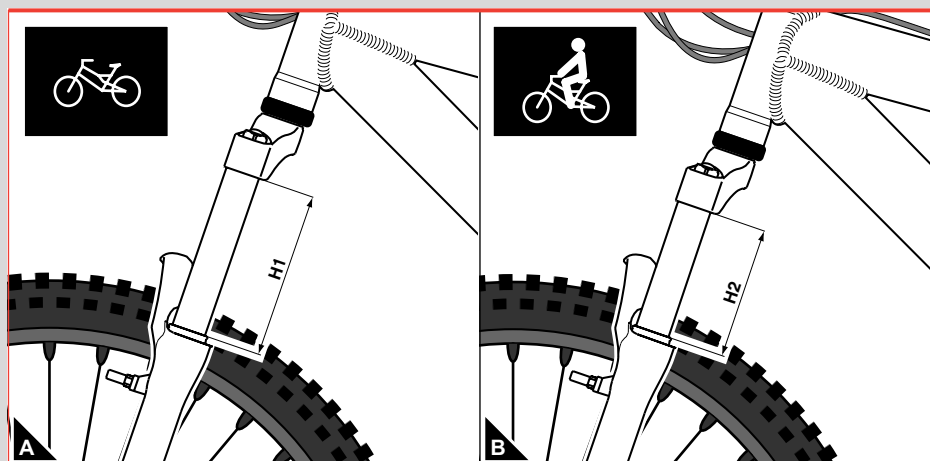

Abb. 8 - Wie der SAG gemessen wird
- Den Holmabschnitt zwischen der unteren Gabelbrücke und dem Staubabstreifer messen (siehe **A** in **Abbildung 8**) und den ermittelten Wert als "**H1**" notieren.
- Die Messung mit dem Fahrer in Fahrposition (siehe **B** in **Abbildung 8**) wiederholen und den ermittelten Wert als "**H2**" notieren.